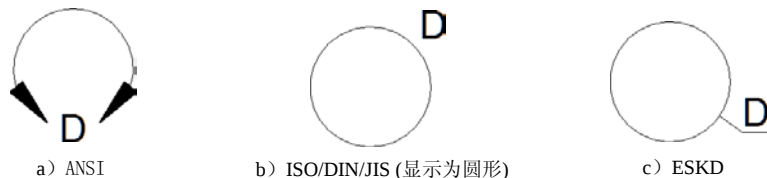

图 4.5.15 局部轮廓线的显示样式
- **局部放大区域**: 在该区域设置局部轮廓线的样式, 分别如图 4.5.15 所示。